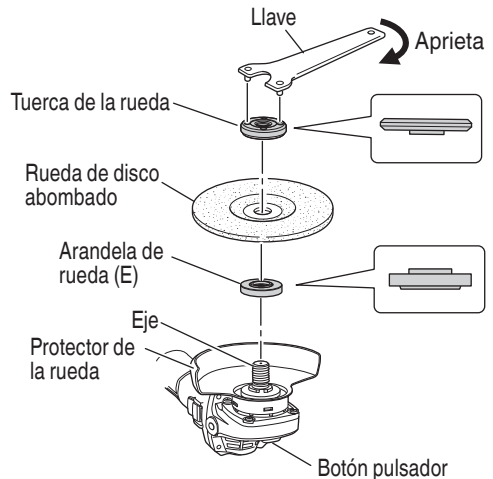

Fig. 18
4. Antes de montar la rueda de disco abombado, inspeccione atentamente para comprobar que se encuentre libre de grietas, hendiduras y otras anomalías. Asegúrese de que haya quedado firmemente fijada y que esté correctamente instalada. Consulte "Montaje y desmontaje de la rueda con centro hundido" (Fig. 18).
- Alinee la muesca ovalada de la arandela de la rueda (E) con la muesca del eje, y después fíjelas.
- Fije la parte saliente de la rueda de disco abombado en la arandela de la rueda (E).
- Presionando el botón pulsador con una mano, bloquee el eje girando lentamente la rueda de disco abombado con la otra mano. Apriete la tuerca de la rueda utilizando la llave suministrada como se muestra en la Fig. 18.